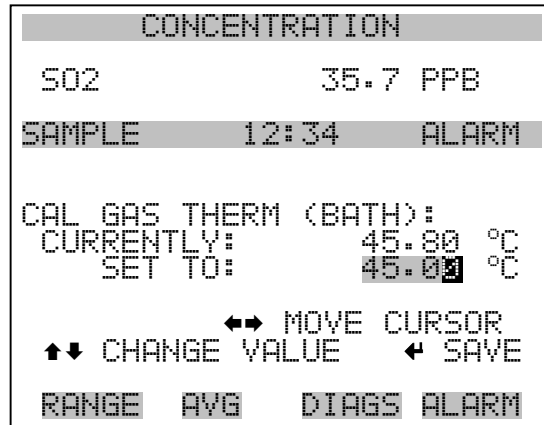

Abb. 9-3. Anzeigefenster „Cal Gas Therm Bath“
3. Wählen Sie im Service-Menü zunächst die Option „Permeation Oven“ und dann den Menüpunkt „Cal Gas Thermistor > **Water Bath**“ (= Gasthermistor kal. > Wasserbad). Thermistortemperatur vom Thermometer eingeben und die Taste  drücken (siehe Abb. 9-3).